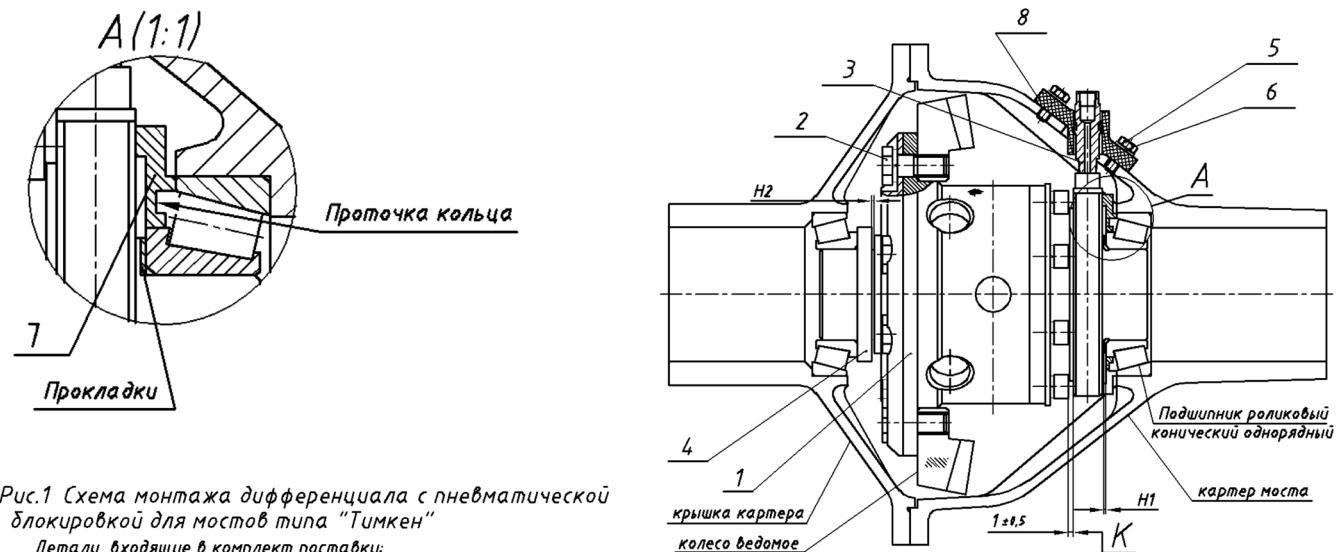

Рис.1 Схема монтажа дифференциала с пневматической блокировкой для мостов типа "Тимкен"
Рис.1а Схема доработки картера типа "Тимкен"
Остальное см. рис.1
4.2.12. Отвинтить вновь крепежные детали, осторожно снять крышку картера, вынуть дифференциал. Доработать картер моста, просверлив отверстие Ø30 (см. рис.1а.). В зоне Г разделить кромку отверстия под конус с углом образующей около 40°. Удалить стружку из картера.
4.2.13. Установить дифференциал в картер так, чтобы резьбовое отверстие блока манжет совпало с просверленным отверстием в верхней части картера. Установить через просверленное отверстие Ø30 картера втулку поз.3 (см.рис.1) в воздухоподводящую манжету, закрутить на 3-4 оборота от руки, затем ещё на 0,25-0,5 оборота с помощью ключа. Проверить зазор $K=1\pm 0,5\text{мм}$ между торцом манжеты и головками винтов.
4.2.14. Надеть крышку воздухоподвода поз.8 (см.рис.1) на втулку. Просверлить 4 отверстия Ø5- Ø5,2 в картере моста на глубину 3-4мм, используя крышку в качестве кондуктора. Снять крышку, втулку, вынуть дифференциал. Досверлить 4 отверстия Ø5- Ø5,2 насквозь, нарезать в них резьбу М6. Удалить стружку из картера. Доработать крышку воздухоподвода, рассверлив 4 отв. Ø5 на Ø6,5.
4.2.15. Снять внутреннее кольцо подшипника с правой (со стороны воздухоподводящей манжеты) шейки корпуса дифференциала, не снимая прокладок. Установить на шейку корпуса дифференциала кольцо дистанционное поз.7 так, чтобы проточка оказалась снаружи и вновь напрессовать внутреннее кольцо подшипника до упора. При этом кольцо дистанционное должно охватывать внутреннюю обойму подшипника (Рис.1, выноска А).